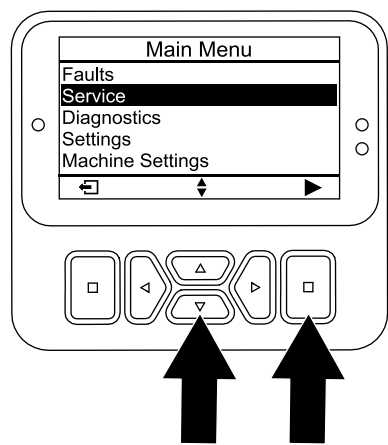

Figura 95
- 4. Prima o botão baixo até a opção MANUTENÇÃO estar seleccionada, depois prima o botão de seleção (Figura 95).